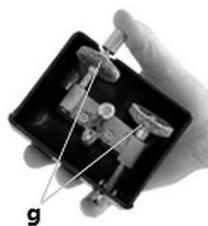

Рис. 15
1. Промыть поддон для ломтей (12) и корпус прибора мягкой, влажной тряпочкой с использованием нейтрального моющего средства.
4. Затем снова закрепить винтами защитное устройство (20), а затем направляющую ломтиков (16) на приборе.
**Точилка (рис. 15)**